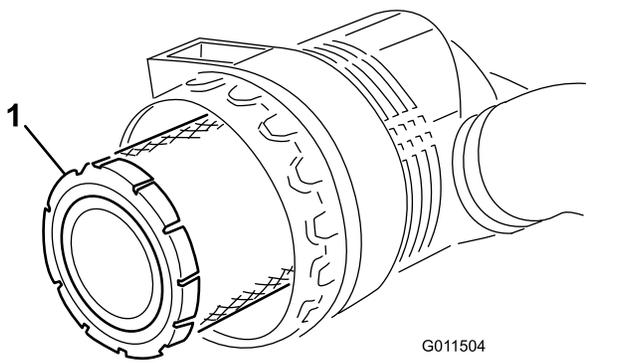

Figura 86
5. Togliete il filtro primario e sostituitelo (Figura 86). Si sconsiglia la pulizia dell'elemento usato, per evitare il rischio di danneggiare l'elemento filtrante. Controllate il filtro nuovo e accertatevi che non sia stato danneggiato durante la spedizione, in particolare l'estremità di tenuta del filtro ed il corpo. **Non usate l'elemento se è avariato.**